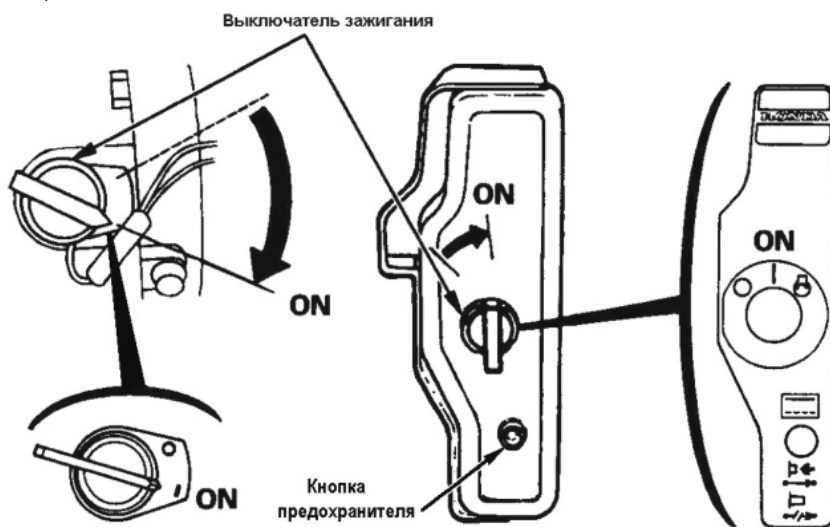

Рисунок 6 – Выключатель зажигания в положении "ON" ("Включено")
Индикатор зеленого цвета внутри предохранителя указывает на срабатывание предохранителя и прерывание цепи заряда. Если это произошло, определите причину прерывания и устраните ее до повторного включения. Для повторного включения следует нажать на кнопку предохранителя (см. рисунок 6).
- установите выключатель зажигания в положение "ON" ("Включено") (рисунок 6);